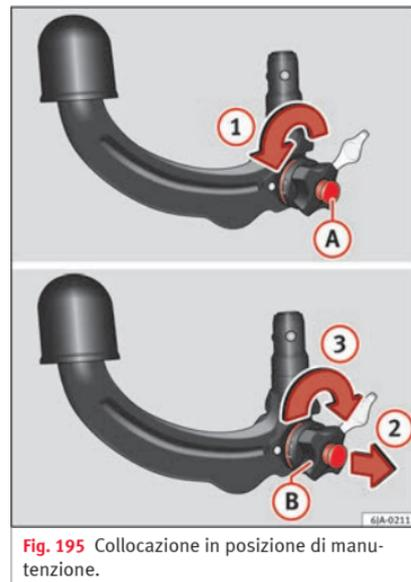

Fig. 195 Collocazione in posizione di manutenzione.
- Girare la chiave **A** nel senso della freccia **1** fino al limite » fig. 195.